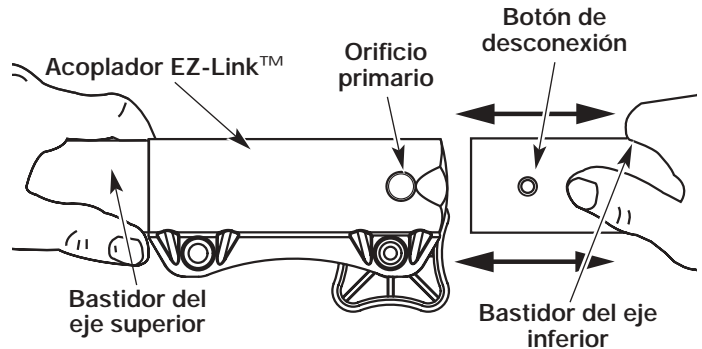

Fig. 12
3. Mientras sostiene el bastidor del eje superior con firmeza, tire del accesorio de corte o accesorio en línea recta fuera del acoplador EZ-Link™ (Fig. 12).
2. Mientras sostiene el accesorio con firmeza, empújelo en línea recta en el acoplador EZ-Link™ (Fig. 12).